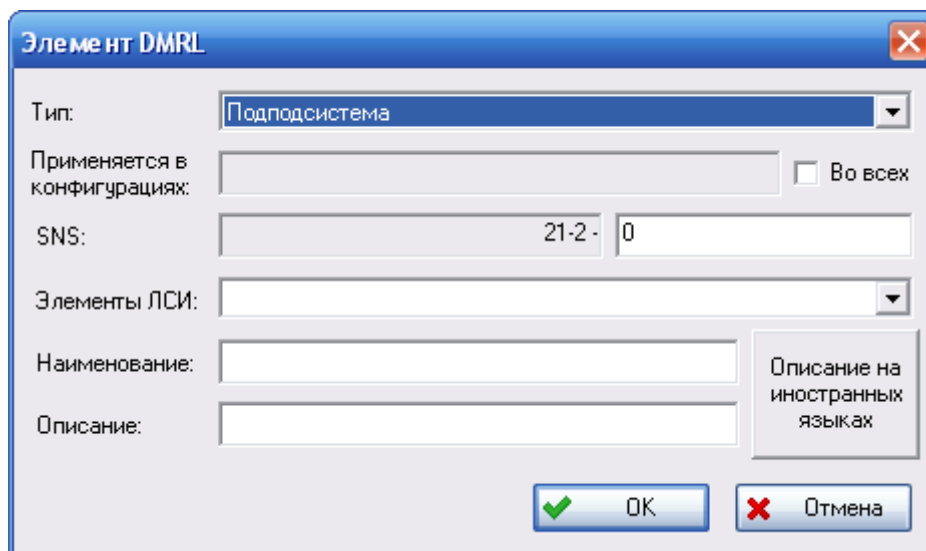

Рис. 9-5
- В появившемся окне **Элемент DMRL** (рис. 9-5):